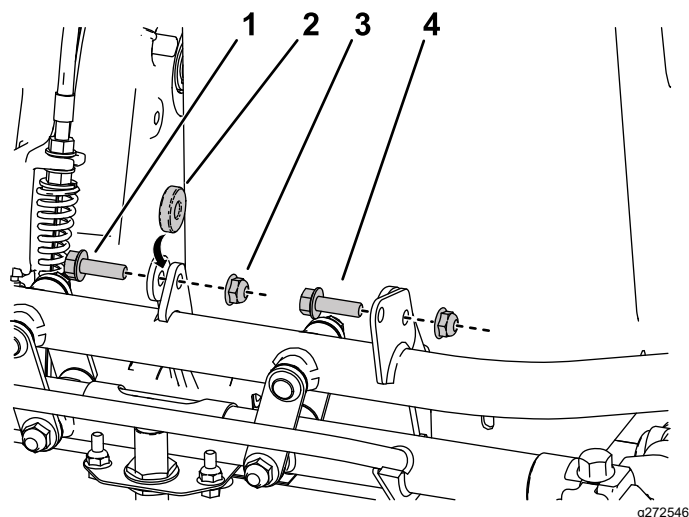

図 10
1. 新しいバッテリープラットフォームの前部をフレームに合わせて図 10 のように固定具を取り付ける。